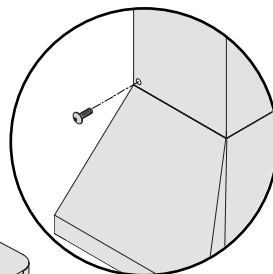

Figure 5
- Installer les deux cheminées et serrez les vis B pour fixer la cheminée inférieure à la hotte comme montrée dans la figure 5.